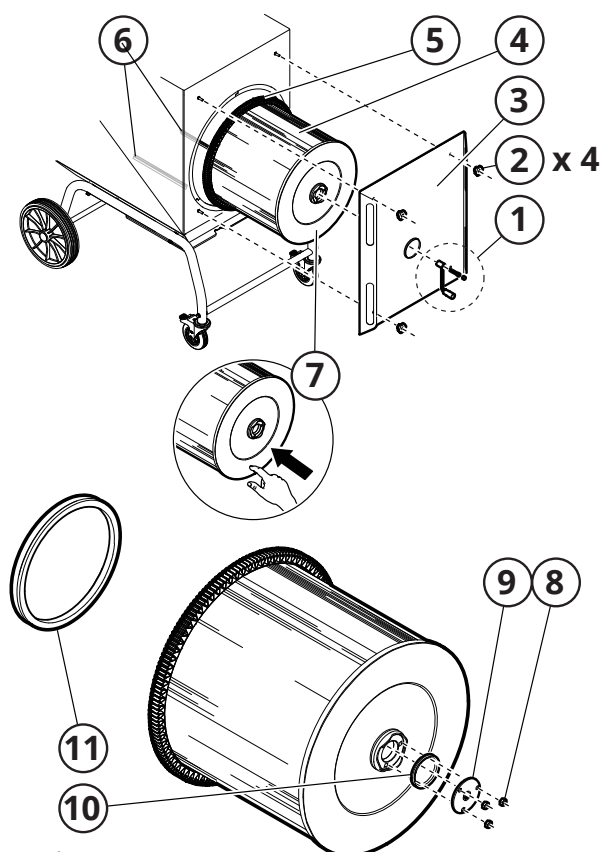
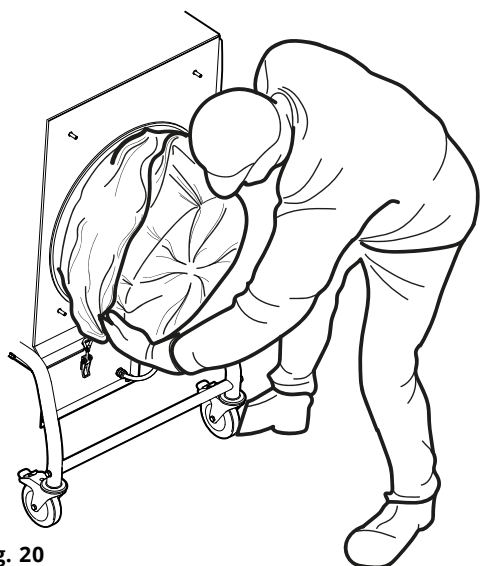

Fig. 19
Fig. 20
1. Die Kurbel abschrauben und abnehmen, siehe Nr. 1 auf Fig. 19.
2. Den Filterdeckel (3) abschrauben (2) und abnehmen.
3. Mutter (8) und Montageplatte (9) ausbauen und die kleine Dichtleiste (10) herausnehmen. Zur Wiedermontage am neuen Patronenfilter aufbewahren.
4. Den Filterbeutel CMF PCW3 über die Filterpatrone ziehen, Fig. 20. Sicherstellen, dass der Filterbeutel nicht an den Bürsten unter der Filterpatrone hängenbleibt.
5. Die Filterpatrone (4, Fig. 19) einschließlich Filterbeutel aus dem Gehäuse ziehen. Mit dem Filterende (7) nach unten auf den Boden stellen.
6. Die große Dichtleiste (11) herausnehmen und zur Wiedermontage am neuen Patronenfilter aufbewahren.